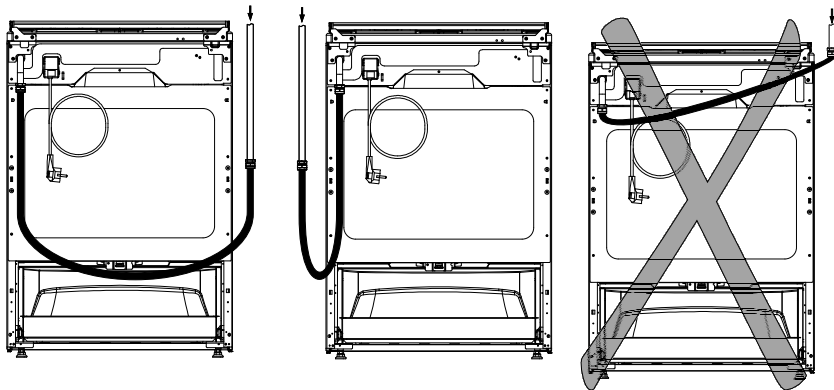

рис. 3
- гибкий присоединительный рукав не должен проходить в зоне горячего воздуха дымохода и касаться задней стенки плиты (рис. 3);
Помните! После установки плиты на место обязательно проверьте положение гибкого шланга подвода газа и шнура питания (рис. 3). Они не должны проходить над дымоходом и касаться задней стенки плиты. Во время работы духовки там возникает высокая температура, которая может их повредить.